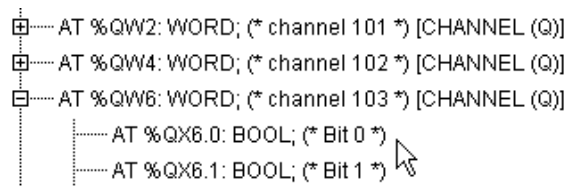

图 10-5-6 输出区地址
- PLC向PC机发送的数据A、B分别存放在图10-5-6所示的%QW2、%QW4之中，位C存放在%QX6.0。